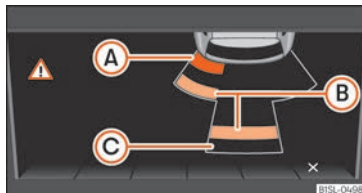

Abb. 145 Bildschirmanzeige des OPS
Die angezeigte Grafik stellt die überwachten Bereiche in mehreren Segmenten dar. Je mehr sich das Fahrzeug einem Hindernis annähert, umso dichter rückt das Segment an das dargestellte Fahrzeug »» **Abb. 145 (A)** oder **(B)**. Spätestens wenn das vorletzte Segment angezeigt wird, ist der Kollisionsbereich erreicht. **Nicht weiterfahren!**